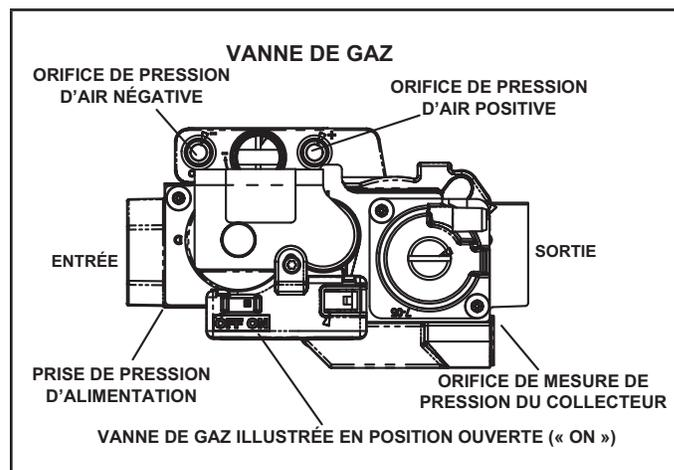

FIGURE 57
Fonctionnement de la vanne de gaz (FIGURE 57)
- 6- Mettre l'interrupteur de la vanne de gaz sur OFF / FERMÉE. Voir la FIGURE 57.
- 8- Mettre l'interrupteur de la vanne de gaz sur « ON ». Voir la FIGURE 57. Ne pas forcer.